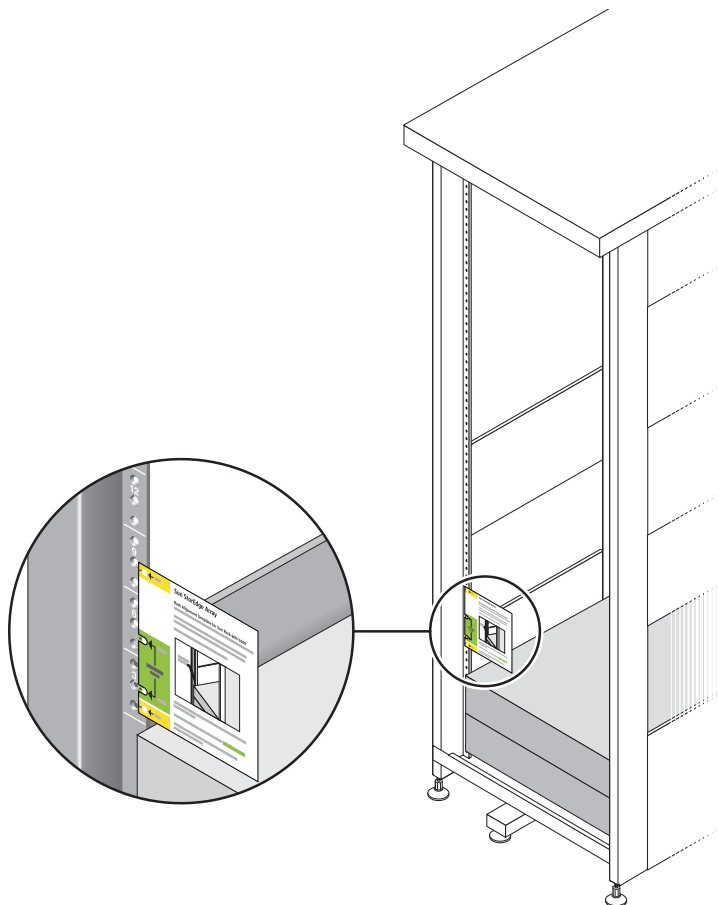

FIGURA 2-8 Colocación de la plantilla de alineación del armario
2. Localice los taladros de montaje adecuados colocando la plantilla de alineación del Sun Rack 900/1000 sobre el montante frontal izquierdo del armario (FIGURA 2-8).